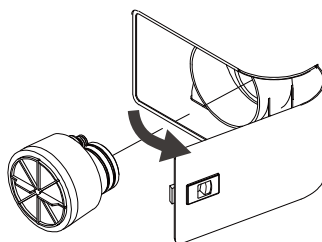

Figure 36 Retrait et remplacement du filtre
1. Poussez le rover vers le docker et entre les guides jusqu'à ce que le rover et le docker s'attachent automatiquement (Figure 36). Assurez-vous que les plaques de choc du rover s'engagent avec les électroaimants du docker. Assurez-vous que le rover n'est pas branché pendant le cycle de lavage, le docker fournit de l'énergie au rover pendant le processus d'amarrage. Ne pas bloquer les roulettes. L'écran MODE D'AMARRAGE apparaîtra.